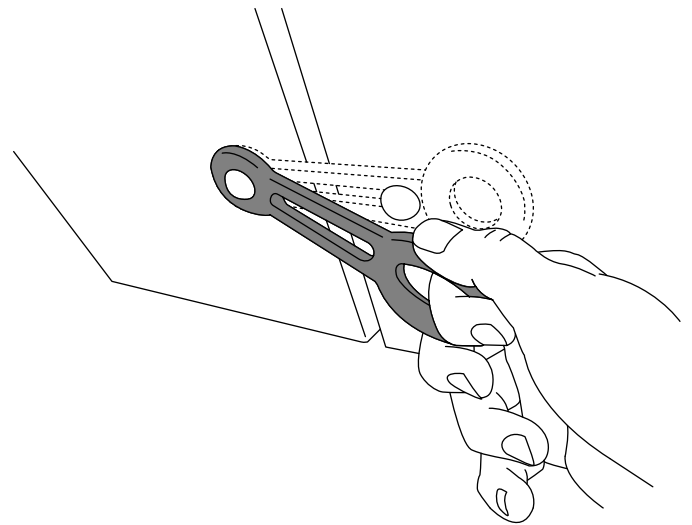

Figure 18
5. Fermez le capot du moteur et verrouillez-le (Figure 18).